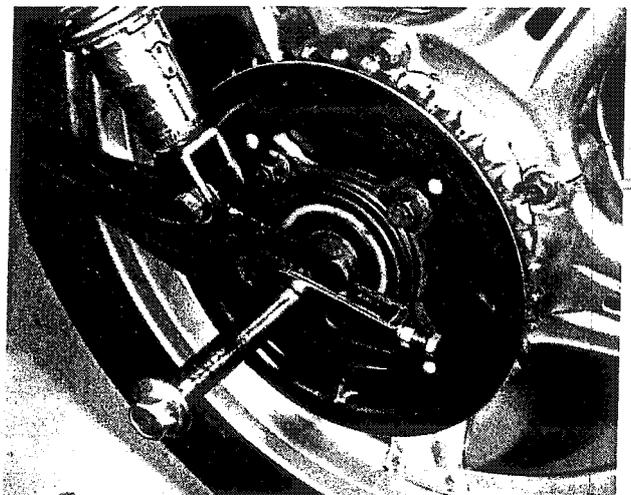

Bild 224
- Den Splint von der Achsmutter entfernen und die Kronenmutter abschrauben. Nun kann die Radachse nach links herausgezogen werden. Das Distanzrohr zwischen der Bremsankerplatte und der Schwinge ausschlagen. Das Hinterrad nach hinten ausbauen (Bild 224).